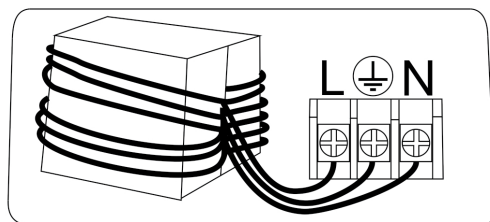

Fig. 5
- Se si installa il prodotto con il cavo incassato nel muro, prima rimuovere la vite (8) (fig.2) del tappo inferiore del prodotto (5) e dopo disinstallare il cavo originale all'interno del prodotto. Il cavo a parete deve essere inserito nel prodotto e connesso, facendogli fare 4 giri attorno al blocco di anti tiraggio cavo in materiale ferroso. Collegare alla presa il cavo L (marrone), N (azzurro) e terra (♁) (marrone - verde) al terminale secondo Fig. 5. In fine è possibile chiudere la copertura inferiore del prodotto (5).